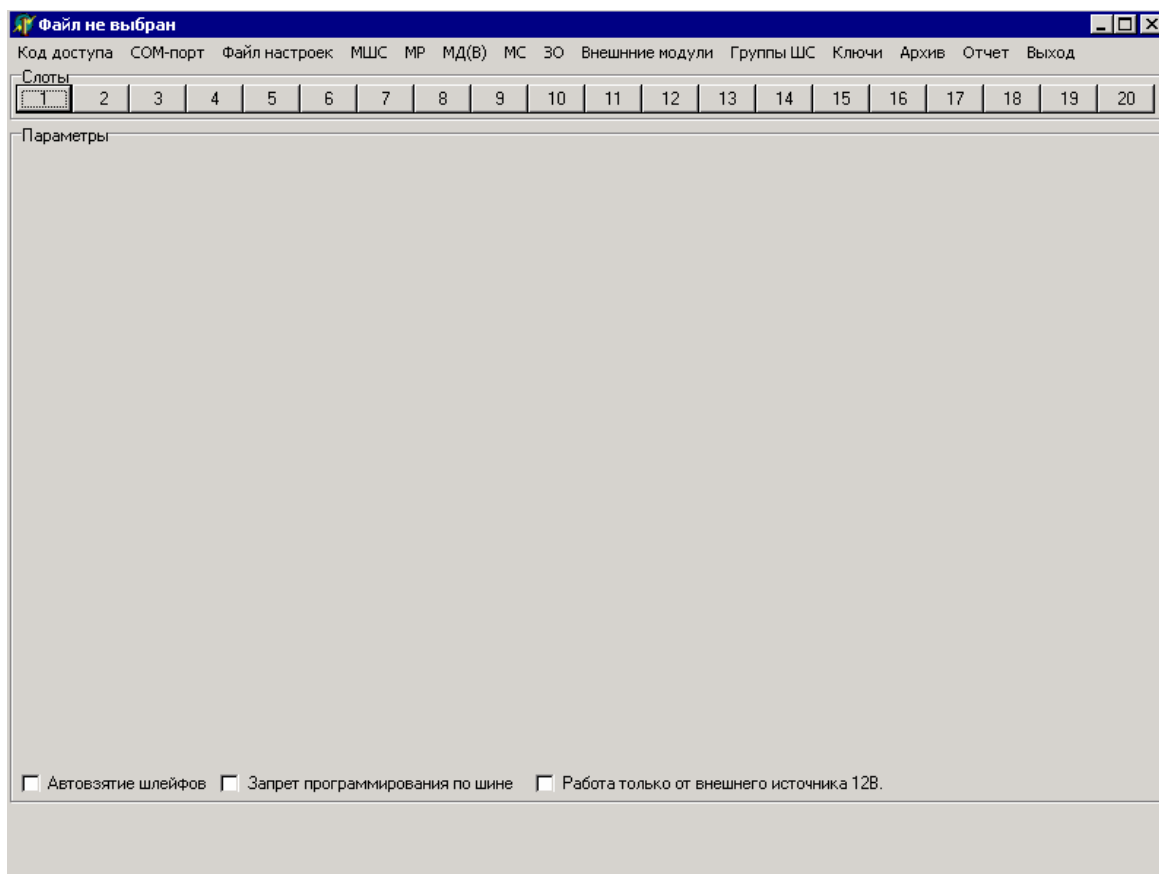

Рис. 1
2.1.2.1 При запуске программы на экране ПЭВМ появляется основное окно, включающее главное меню, панель «Слоты» с кнопками, номера которых соответствуют номерам слотов прибора, предназначенным для установки внутренних модулей, и панель «Параметры», на которой последовательно в процессе создания (чтения, редактирования) файла настроек отображаются параметры основных объектов программирования (рисунок 1):